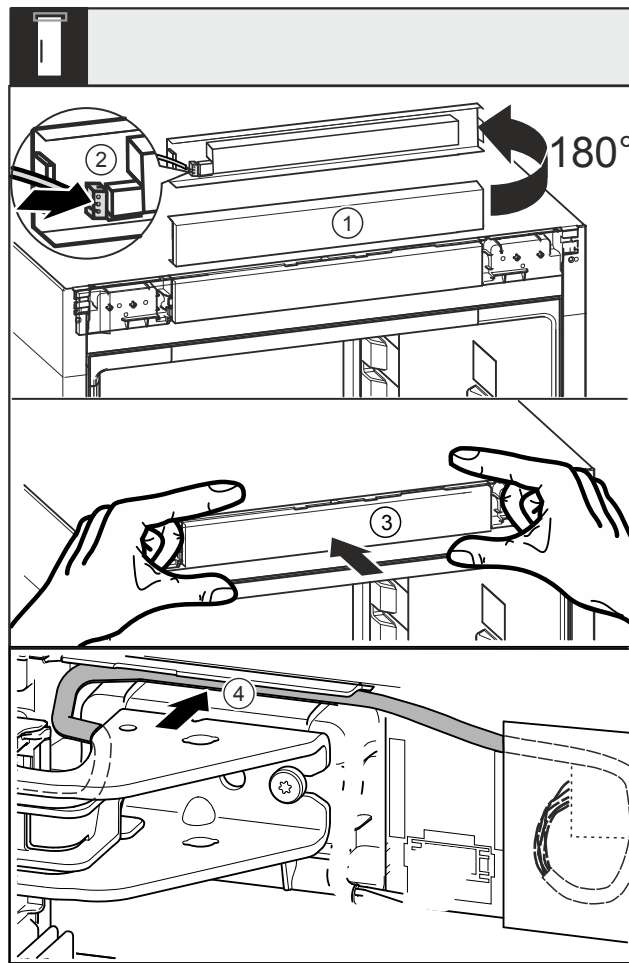

Fig. 47
- Obrnite zaslonko Fig. 47 (1) navzgor za 180°.
- Zatakните vtič Fig. 47 (2) v zaslonko upravljalne plošče.
- Zaslonko Fig. 47 (3) znova zatakните na napravi.
- Kabel previdno položite v vodilo Fig. 47 (4) nad zgornjim ležajnim podstavkom.